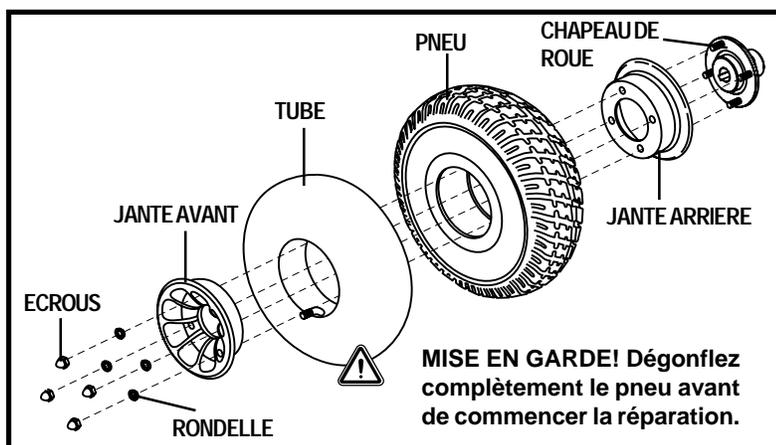

Figure 41. Roue motrice du Jazzy 1113 ATS (démontée)
6. Retirez les écrous et rondelles afin de séparer les moitiés de jante. Voir la figure 41.